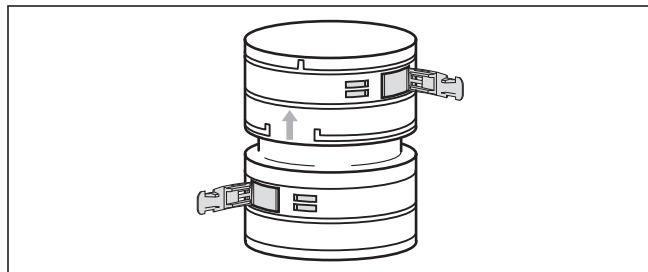
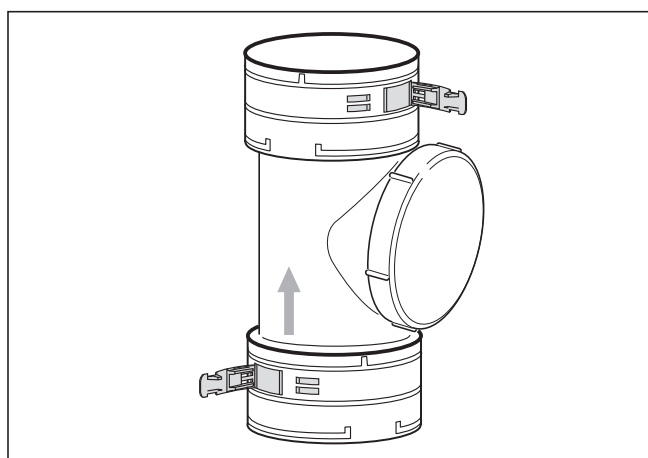

Fig. 4.65 Élément de raccordement
Fig. 4.66 Élément de nettoyage
- Si nécessaire, montez d'abord les éléments de raccord et de nettoyage (→ **Fig. 4.65 et 4.66**).
Au lieu de franchir la longueur totale du conduit des fumées flexible avec une seule pièce, vous pouvez installer plusieurs pièces partielles et raccorder celles-ci avec des éléments de raccordement (Réf. 303518, Fig. 4.65) ou un élément de nettoyage (Réf. 303517, Fig. 4.66).